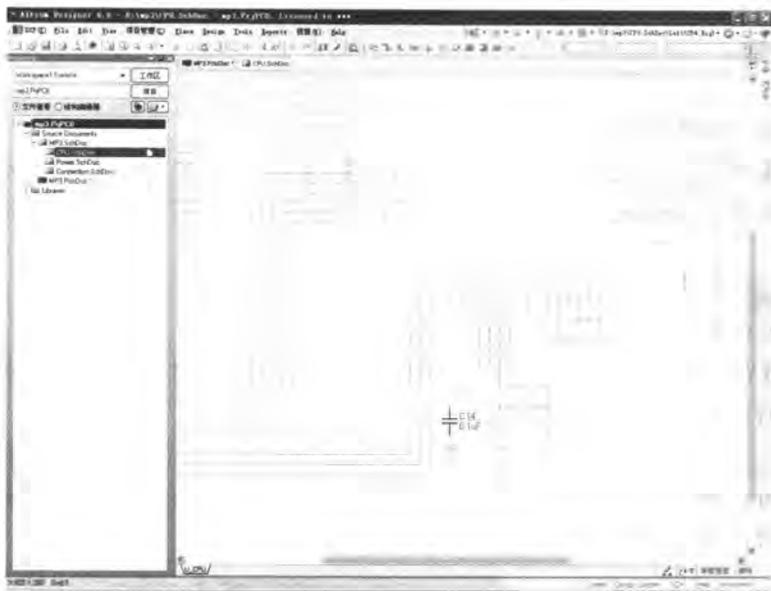

图 11-26 对应的元器件高亮显示
- [6] 系统自动跳转到对应的原理图文件“CPU. SchDoc”中，对应的元器件呈高亮显示状态，而其他部分则被屏蔽，如图 11-26 所示。